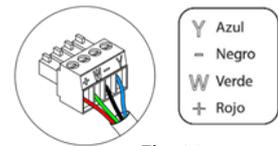

Fig. 22
Para la conexión con el termostato ③ dispone de una borna de 4 pines. Fije los cables con los tornillos de la borna respetando el código de colores (Fig. 22).